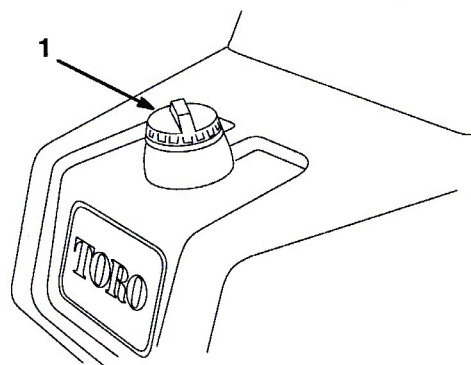

図15
1. 燃料タンクのキャップの周囲をきれいに拭いてからキャップを取る (図15)。燃料を補給する時は、タンク上面から約25 mm下のレベルを超えて給油しない。これは、温度が上昇して燃料は膨張したときにあふれないように空間を確保するためである。燃料タンク一杯に入れないこと。